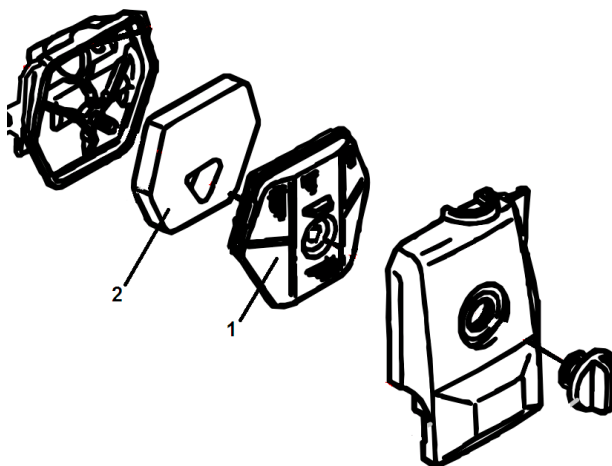

Рис.20
1. Открутите гайку (А) и снимите крышку воздушного фильтра (Рис.20).
3. Очистите капроновый фильтр(1) мягкой щеткой. Поролоновый фильтр (2) промойте чистой, теплой мыльной водой и просушите. Смочите поролоновый фильтр чистым моторным маслом. Лишнее масло отожмите.